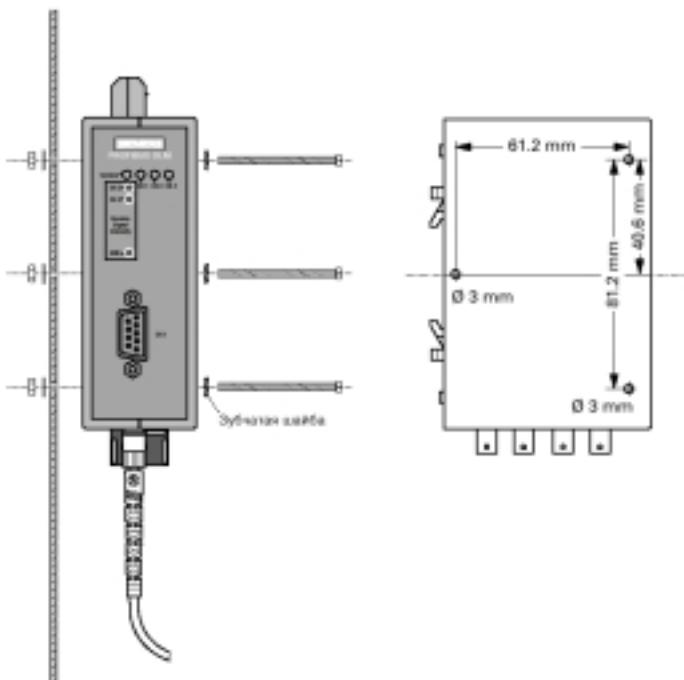

Рис. 8: Монтаж модуля на монтажную пластину
- Просверлите три отверстия в монтажной пластине в соответствии с шаблоном на рис. 8.